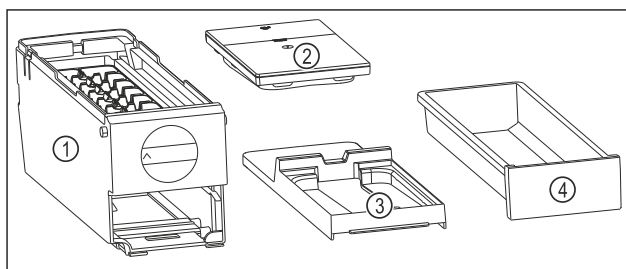

Fig. 185 Sestavni deli modula EasyTwist-Ice
- ▷ Modul EasyTwist-Ice je razstavljen na štiri dele. (glejte Fig. 185)
- ▶ Modul EasyTwist-Ice razstavite le na prikazane sestavne dele. (glejte Fig. 185)
- ▶ Glavni del EasyTwist-Ice Fig. 185 (1) očistite kot celoto.